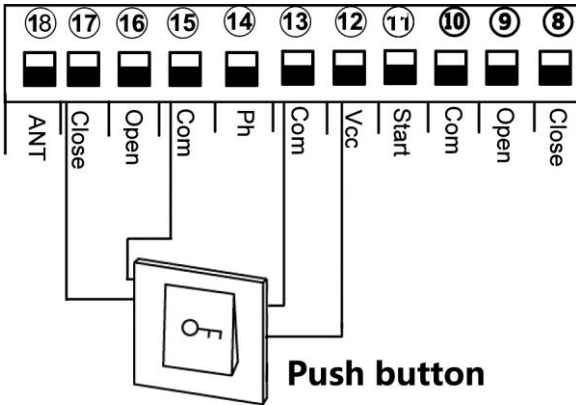

Figura 15
6.8. Conectar para cerrar el dispositivo. Figura 15